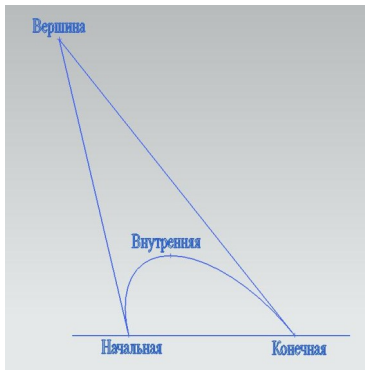

Рис.31
- При построении *конической кривой* мы оперируем *начальной*, *конечной*, и *внутренней* точками и *вершиной* (рис.31). Коническая кривая посередине обязательно проходит через *внутреннюю* точку. А если в *начальной* и *конечной* точках провести **касательные** линии к нашей кривой, то они пересекутся в её *вершине*.